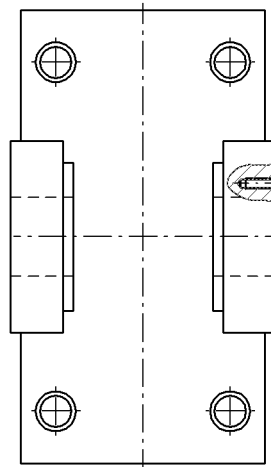

Рис. 51.101.
8. Измените масштаб таким образом, чтобы вид слева был виден на экране целиком, как это показано на рис. 51.101.